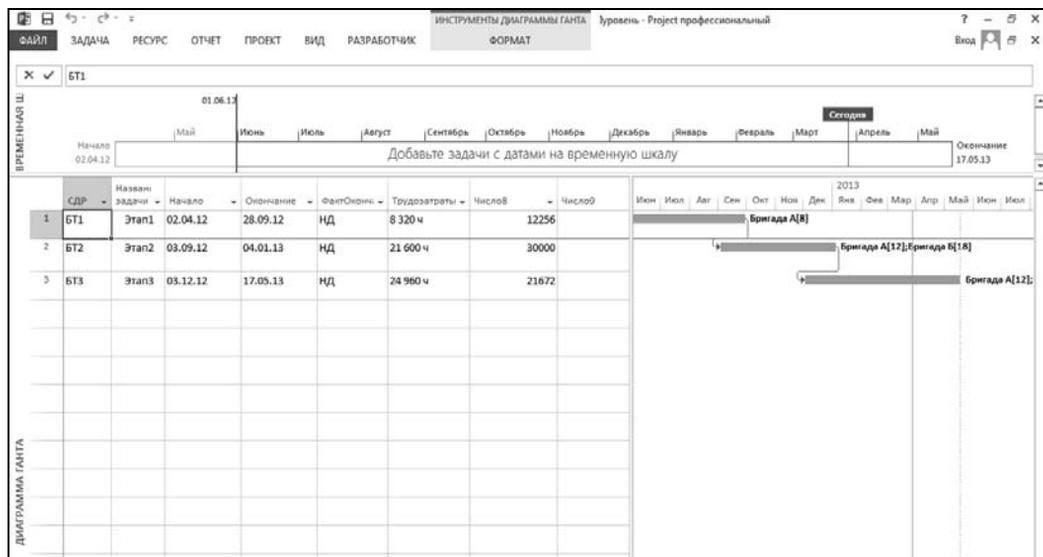

Рис. 11.16. Файл укрупненного сводного графика проекта
1. Откройте Project и откройте в папке Примеры\VBA\План-факт файл проекта уровень.mpr. Вид файла проекта показан на рис. 11.16.
2. Откройте в этой же папке файлы проектов Дет1.mpr, Дет2.mpr и Дет3.mpr. Вид одного из детализированных графиков показан на рис. 11.17 — обратите внимание на значение кодов СДР задач укрупненного графика (см. рис. 11.16) и детализированного графика (см. рис. 11.17).